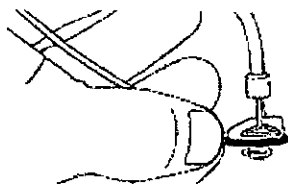

Figura 5
2. Coloque la parte saliente del electrodo centrado entre las tenacillas y suelte el botón accionador (Figura 5). Las tenacillas deben engancharse completamente al saliente.